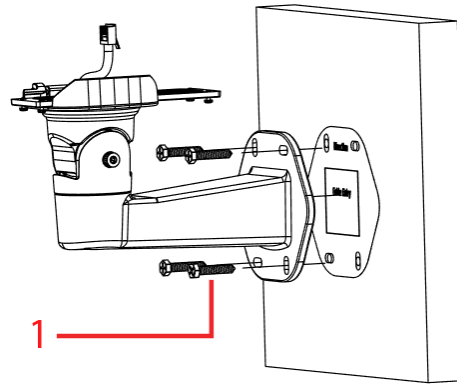

Abbildung 2
- Bringen Sie den Halterungsarm an die Oberfläche an, indem Sie die vier TP6x32mm-Schrauben verwenden (1) (Abbildung 2).